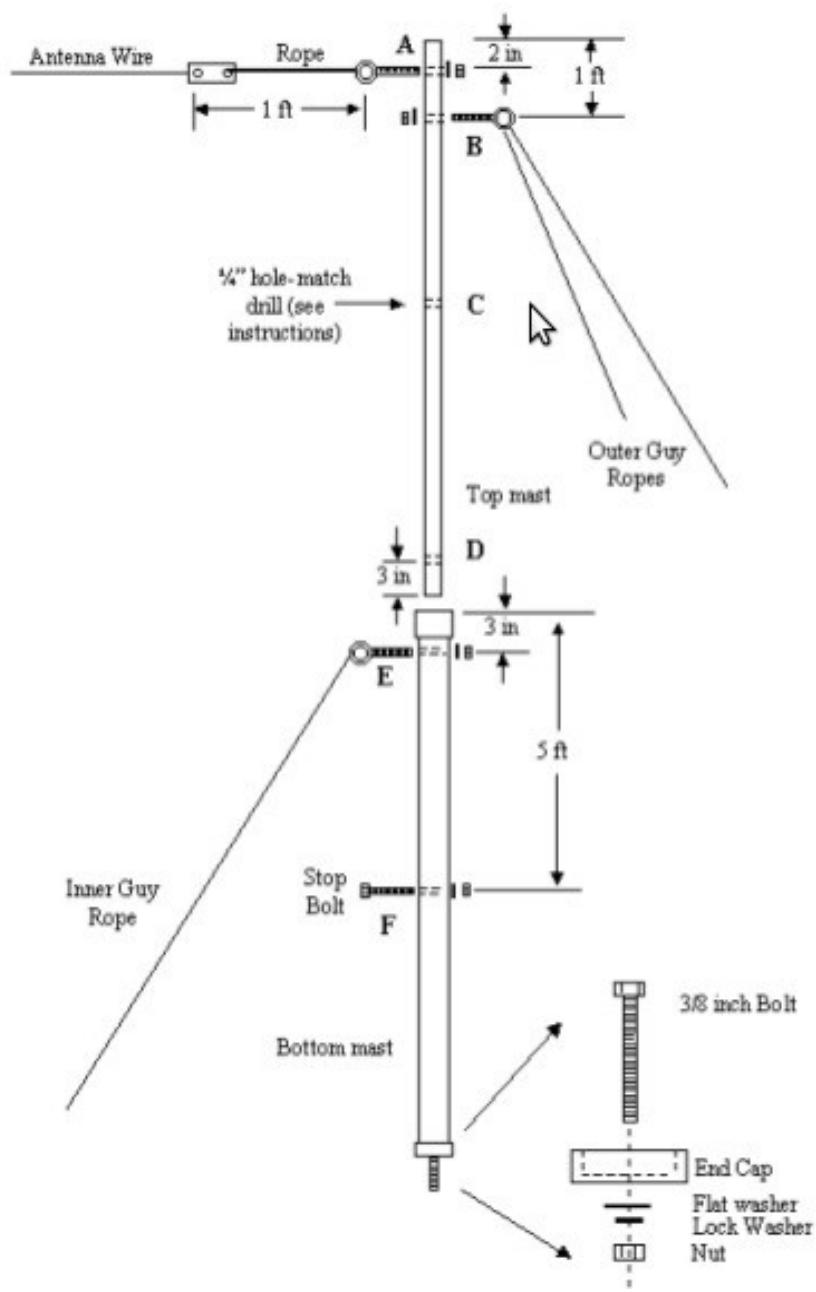

Figura 6.4. Ensamblaje del mástil metálico
2. Consulte la Figura 6.4. Todos los agujeros a través de los mástiles son un cuarto de pulgada de diámetro. Un martillo y punzón (o de la uña) se pueden utilizar para hacer un punto de partida para la perforación. Se recomienda un agujero piloto usando un octavo en la broca. Los cáncamos y pernos deben ser asegurados mediante una arandela plana, arandela de presión y una tuerca. Todos los agujeros en la parte superior del mástil deben estar en el mismo plano.